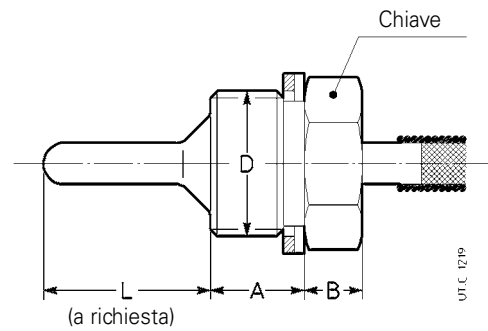

Fig. 2
Dimensioni fori per carcassa riduttore ed eventuale collettore C (vedi fig. 2):
- dimensioni in funzione della grandezza riduttore (vedi Fig. 2).